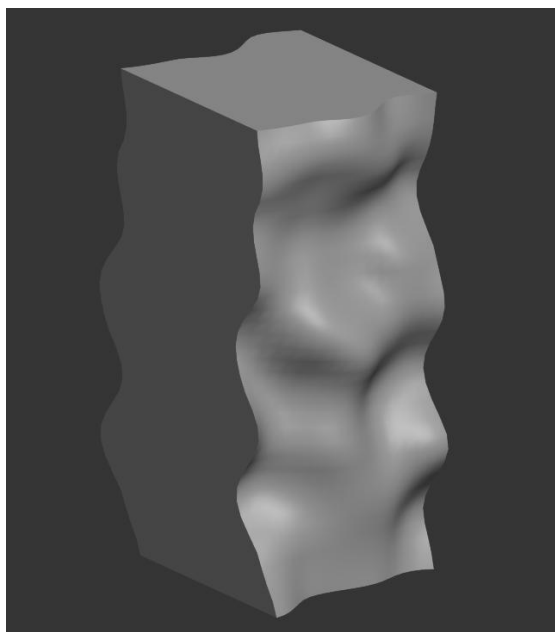

Рисунок 86 - Модификация объекта с помощью модификатора Шум
- Модификатор **Шум (Noise)** создает эффект неровностей на поверхности объекта по выбранной из осей (рис. 86)